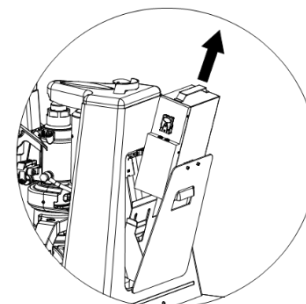

Fig. 18
4. Estrarre la batteria. (Fig. 18)